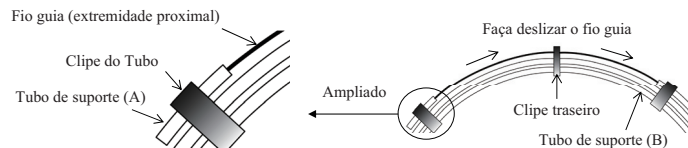

Figura 1
- d) Liberte o fio guia do clipe traseiro e faça-o deslizar lentamente, empurre a extremidade distal do fio guia através do tubo de suporte (B). (Figura 1)